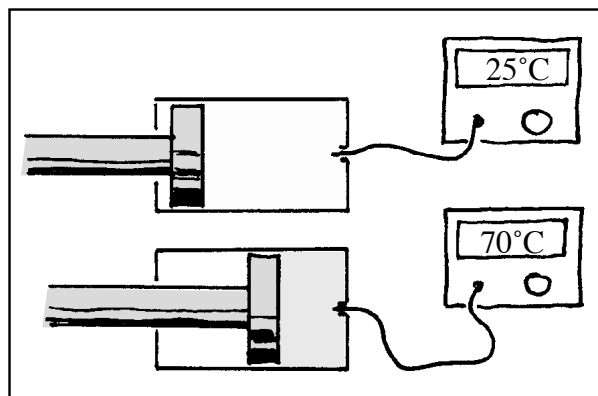
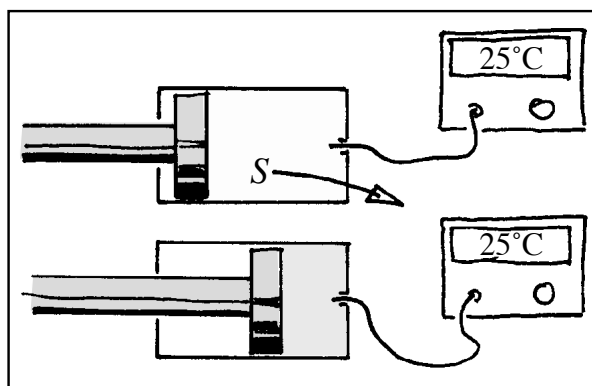

Fig. 13.7. Comprimendo un gas, la sua temperatura aumenta.
Fig. 13.8. Se spingiamo il pistone nel cilindro molto lentamente, dal gas sfugge entropia.
Comprimiamo nuovamente l'aria in un cilindro, ma questa volta misuriamo la temperatura, fig. 13.7. Constatiamo che comprimendo la temperatura aumenta. Se lasciamo espandere l'aria, la temperatura ridiscende.
In ognuno dei processi da (1) a (3) una delle grandezze è mantenuta costante: in (1) la pressione, in (2) il volume e in (3) l'entropia. Ci manca ancora un processo dove resta costante la temperatura. Ma anche questo è facile da realizzare. È sufficiente comprimere molto lentamente il gas di fig. 13.7, fig. 13.8. La compressione dovrebbe causare un aumento della temperatura. Se però premiamo